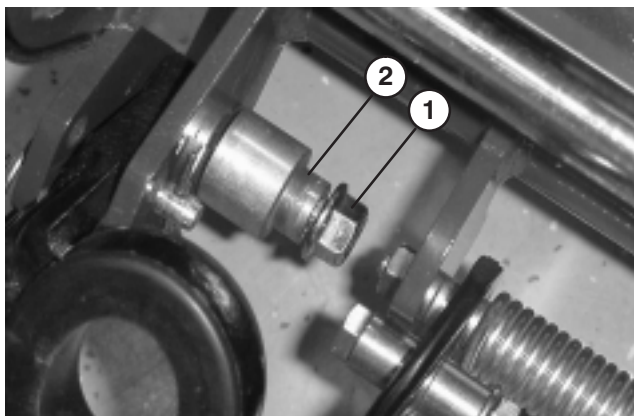

Figure 3
1. Retirez le contre-écrou à collerette de la vis de montage et de l'axe de pivot de chaque côté de la machine (Fig. 3).